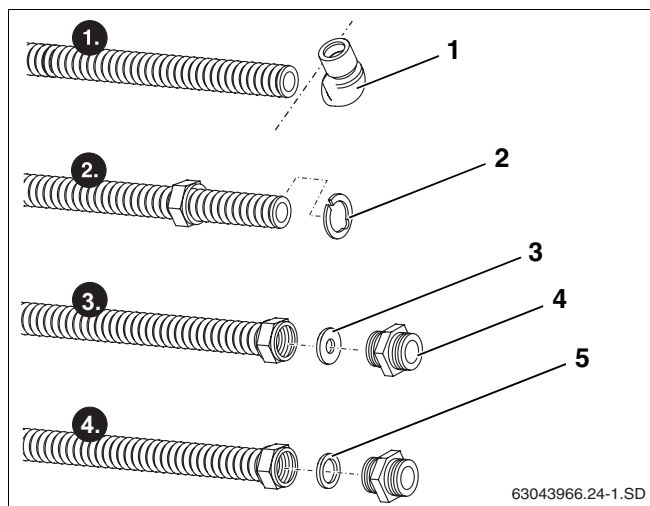

Fig. 57 Preparação do tubo de ligação
- ▶ Separar o cotovelo (fig. 57, **item 1**) do tubo de ligação com um corta-tubos.
- ▶ Colocar a anilha de aperto (fig. 57, **item 2**) por trás da primeira ondulação e comprimi-la. A anilha de aperto deve encostar de forma uniforme no colar da porca.
- ▶ Colocar a anilha (fig. 57, **item 3**) antes da superfície de corte do tubo de ligação na porca.
- ▶ Enroscar firmemente o casquilho duplo (fig. 57, **item 4**) na porca, para criar uma superfície vedante plana no tubo de ligação.
- ▶ Colocar o vedante (fig. 57, **item 5**) e enroscar o casquilho duplo.